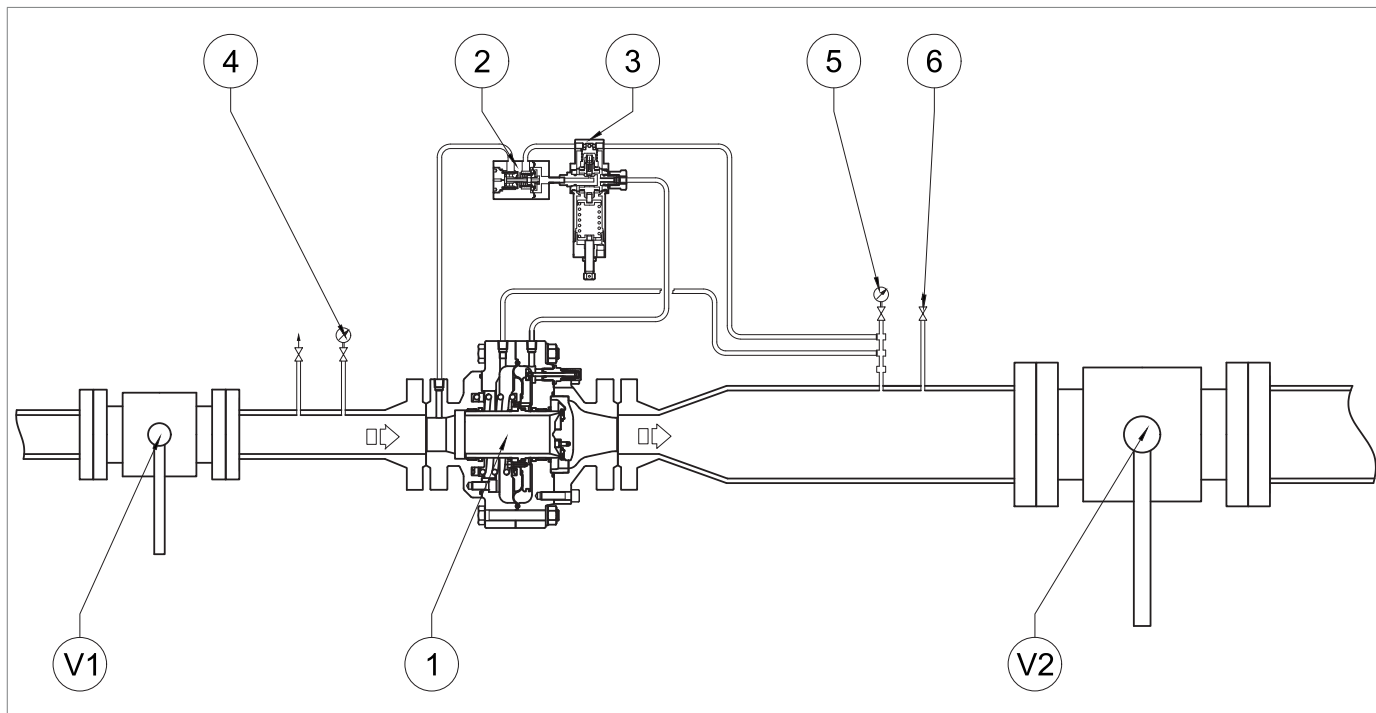

Fig. 8.24. Messa in servizio del regolatore ASX 176
1	<p>Aumentare la pressione di valle fino al valore di intervento della valvola di blocco, agendo sul regolatore principale, per verificare la corretta taratura.</p> <p>! AVVISO!</p> <p>Controllare la pressione facendo riferimento al manometro (Fig. 8.24, rif. 5) posto a valle del regolatore principale. Se la valvola di blocco:</p> <ul style="list-style-type: none"> • interviene prima del valore di pressione previsto: avvitare (senso orario) la ghiera di regolazione (13) così da comprimere maggiormente la molla (11); • non interviene al valore di pressione previsto: svitare (senso antiorario) la ghiera di regolazione (13), così da scaricare la molla (11).
2	Diminuire la pressione del tratto di valle aprendo lo sfiato (Fig. 8.24, rif. 6) per portarla fino al valore di taratura del regolatore principale.
3	Chiudere lo sfiato (Fig. 8.24, rif. 6).
1	Aprire lo sfiato (Fig. 8.24, rif. 6) in atmosfera e tenerlo aperto per le fasi successive.
2	<p>Diminuire la pressione a valle fino alla pressione minima richiesta di intervento del blocco, agendo sul regolatore principale.</p> <div style="border: 1px solid blue; padding: 5px;"> <p>! AVVISO!</p> <p>Controllare la pressione facendo riferimento al manometro di valle (Fig. 8.24, rif. 5).</p> <p>Se la valvola di blocco:</p> <ul style="list-style-type: none"> • interviene prima del valore di pressione previsto: svitare (senso antiorario) la ghiera di regolazione (15) così da scaricare la molla (17); • non interviene al valore di pressione previsto: avvitare (senso orario) la ghiera di regolazione (15), così da comprimere maggiormente la molla (17). </div>
5	Riaprire lo sfiato (Fig. 8.24, rif. 6).